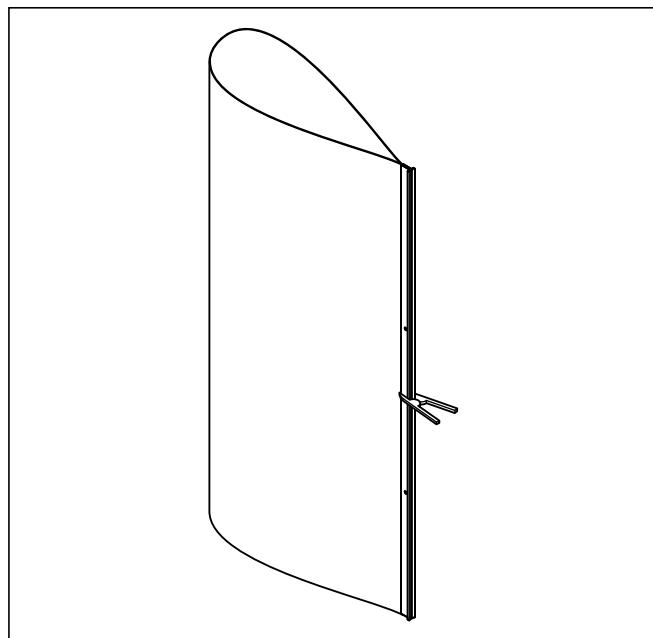

Fig. 4.9 Fixation de l'habillage à l'aide de la pince
- Dévissez tout d'abord sur la face arrière du ballon uniquement sur un seul côté les deux vis de fixation en plastique (1) de la barre métallique (p. ex. à l'aide d'une pièce de monnaie).
- Tenez l'habillage au niveau de la barre métallique et tournez-le autour du ballon, de manière à tenir dans la main l'habillage en "forme de goutte à gauche" (→ fig. 4.9).